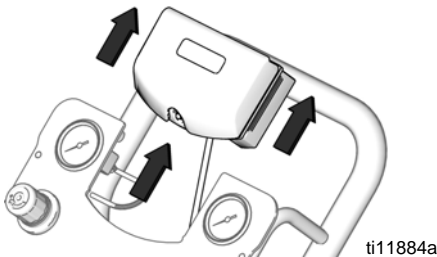

FIG. 10. Retire el módulo DataTrak
- Retire el módulo DataTrak de la ménsula. Vea la FIG. 10. Lleve el módulo y el cable unido a una ubicación no peligrosa.